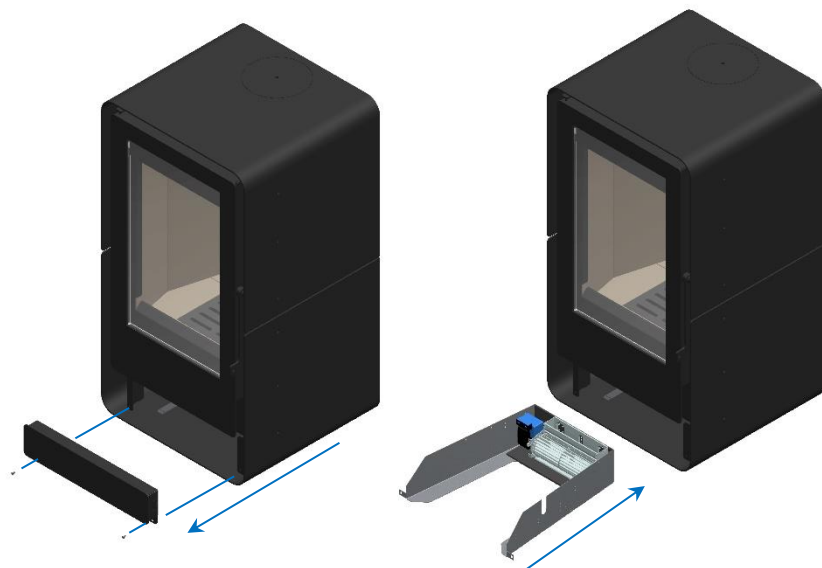

Figura 37 - Instalação do kit de ventilação na salamandra Tek Round Eco
* Para a sua instalação deve primeiramente remover a tampa frontal do equipamento e posicionar o kit de ventilação, Figura 37;